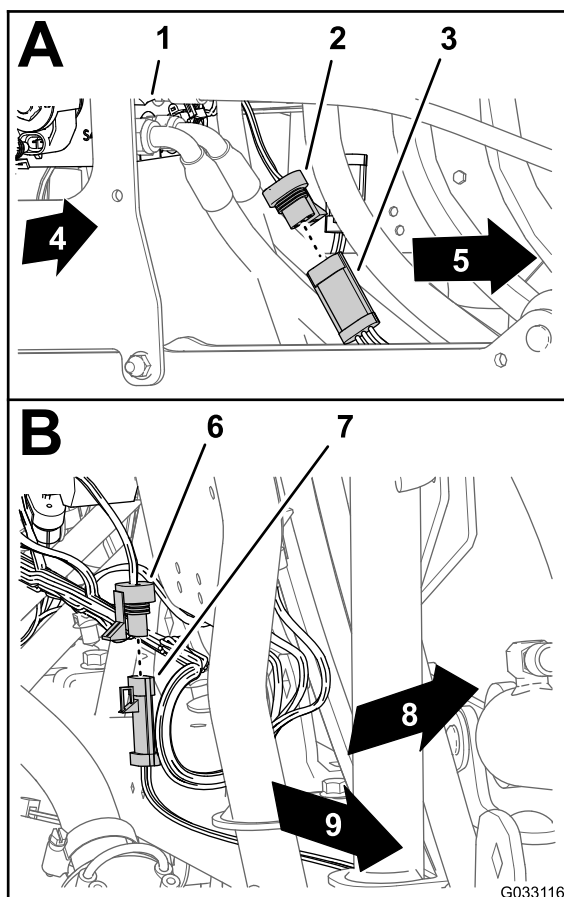

Figura 147
1. Collegate il connettore a 3 prese del cablaggio preassemblato di Sonic Boom al connettore a 3 pin del cavo per il sensore Ultra-Sonic destro (A di Figura 147).
2. Collegate il connettore a 3 prese del cablaggio preassemblato di Sonic Boom dal connettore a 3 pin del cavo per il sensore Ultra-Sonic sinistro (B di Figura 147).